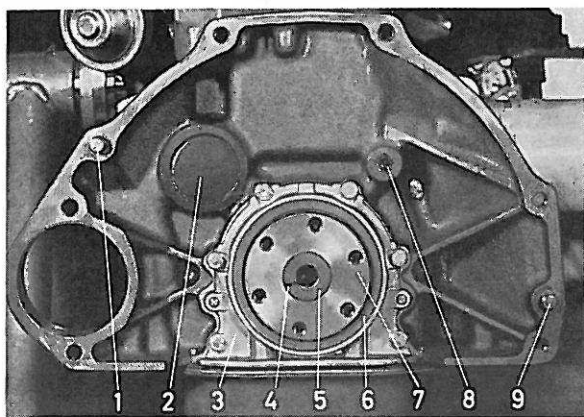

Figure 31. Extrémité arrière de moteur
Avant le montage, mettre au palier-guide (5, figure 31) un peu de graisse à roulements résistant à la chaleur. Le palier et la rondelle de protection sont maintenus en place par un jonc d'arrêt (4). Les principaux écrous et vis doivent être serrés avec une clé dynamométrique, voir "Couples de serrage" dans les Caractéristiques. Resserrer la culasse, voir points 17 à 19 du titre "Rodage des soupapes et décalaminage du moteur".